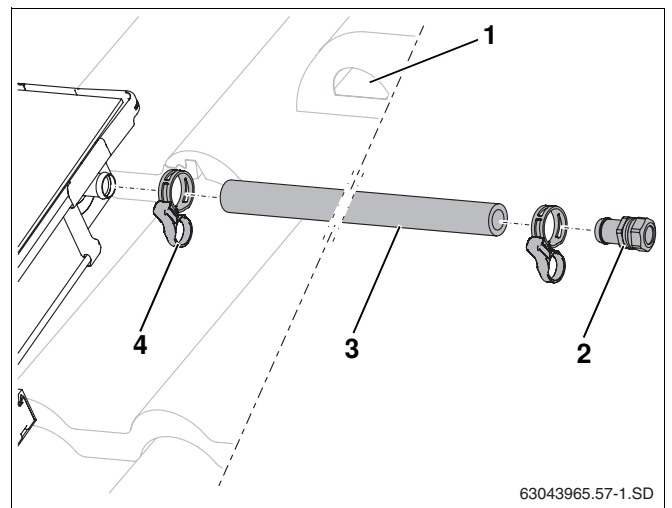

Fig. 53 Montage de la conduite de départ (sans purgeur sur le toit)
- ▶ Glisser le tube solaire long (1000 mm, fig. 53, **pos. 3**) sur le raccordement de départ du champ de capteurs et fixer avec la bride du compensateur (fig. 53, **pos. 4**).
- ▶ Insérer l'embout de tuyauterie avec le raccord-union par anneau de serrage (fig. 53, **pos. 2**) jusqu'à la butée dans le tube solaire et fixer avec la bride du compensateur.
- ▶ Raccorder le tube collecteur à l'embout R $\frac{3}{4}$ avec le raccord-union par anneau de serrage (18 mm) (fig. 53, **pos. 2**).